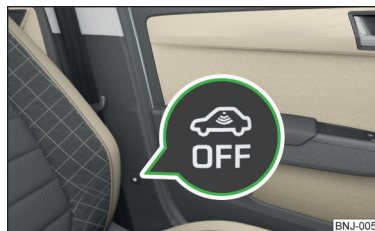

Fig. 49
- Presionar la tecla  en la columna central del lado del conductor » fig. 49, en la tecla ilumina la señal .